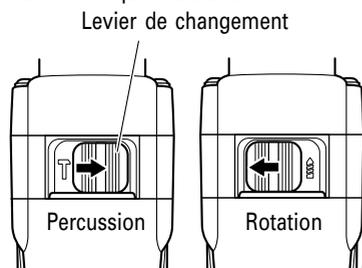

Fig. 8
11. Changement de PERCUSSION à ROTATION (Fig. 8)